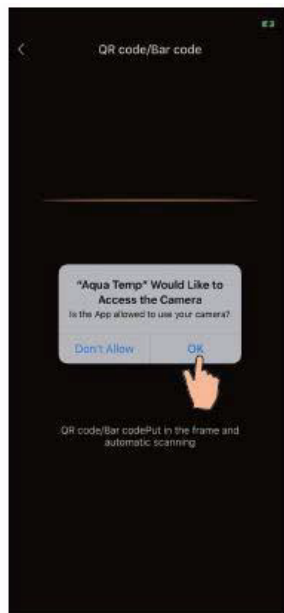
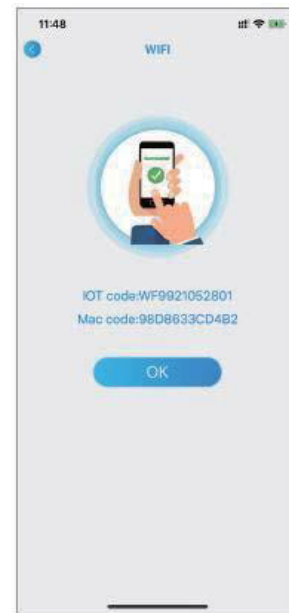

Fig.17 Interface de scannage
Fig.18 Interface du dispositif de liaison terminé
- Cliquer "D'ACCORD" pour permettre à cet APP d'utiliser la caméra pour scanner le code barres sur la pompe à chaleur (Fig.17); cliquer "D'ACCORD", pour la liaison du dispositif terminé (Fig.18).